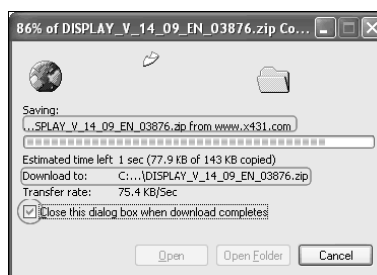

Abb. 3-22
a. Das Fenster des Downloadvorgangs, wie in Abb. 3-22 gezeigt, wird angezeigt.